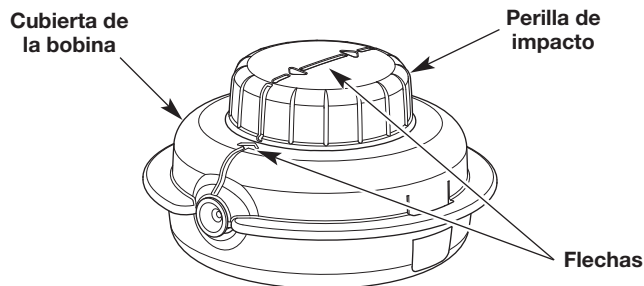

Fig. 1
3. Gire la perilla de impacto para alinear las flechas de la perilla con las flechas de la cubierta de la bobina (Fig. 1).